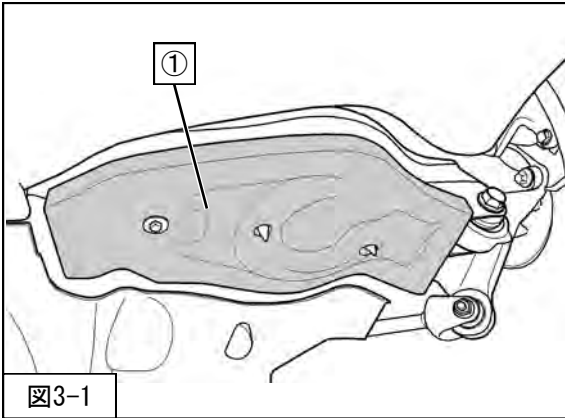

図3-1
2. ①リアローアームカバーを取外してください。（図3-1）